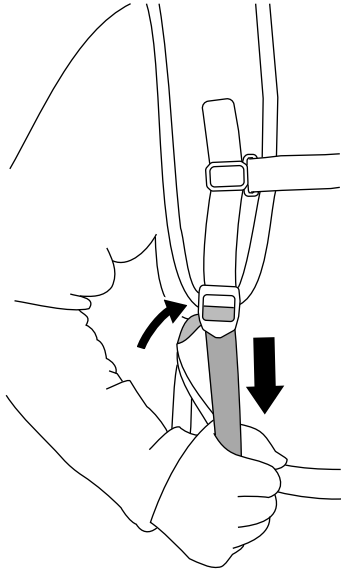

Figura 6
3. Tire hacia abajo del tensor de cada hombrera hasta que las hombreras estén ajustadas (Figura 6).